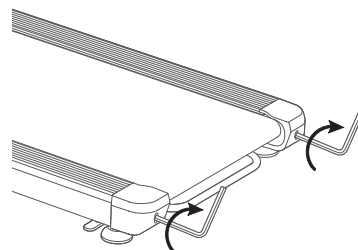

Figure 3
2. Mit dem Sechskantschlüssel die beiden Schrauben der Stützwalze im Uhrzeigersinn um 1/2 Umdrehung drehen (siehe bitte Abb. 3).